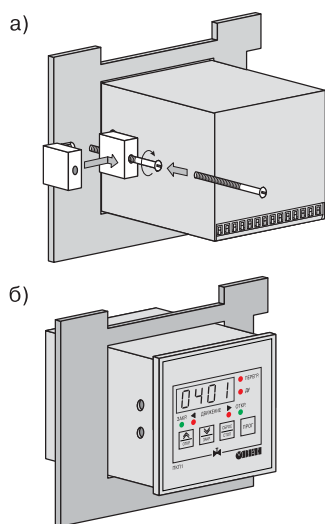

Рис. 14
1. Вставить прибор в специально подготовленное отверстие на лицевой панели щита (см. *прил. А* и рис. 14, а).
2. Вставить фиксаторы из комплекта поставки отверстия на боковых стенках прибора (рис. 14, б).